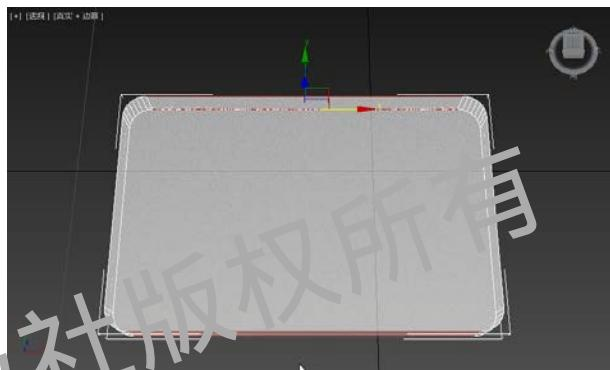

图 3-2-6 选择边 (1)
**STEP 06** 单击【边】按钮或按【2】键，进入【边】子对象，选择视图中的 4 条边，如图 3-2-6 所示。